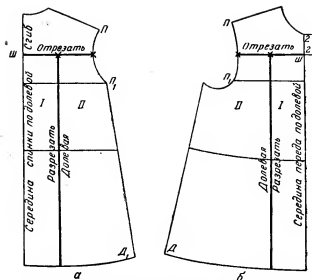

Рис. 149. Нанесение линий фасона платья на прямой кокетке с бантовыми складками:
**Спинка.** Линию проймы (рис. 149, а) от точки П до точки П1 делят на две равные части и обозначают точкой деления. От точки деления влево проводят горизонтальную линию и точку пересечения с серединой спинки обозначают буквой Ш.
**Полочка.** Линию проймы (рис. 149, б) от точки П до точки П1 делят на две равные части и обозначают точкой деления, от точки деления вправо проводят горизонтальную линию и точку пересечения с линией середины переда обозначают буквой Ш. Линию от точки Ш делят на две равные части и обозначают точкой деления, от которой вниз проводят вертикальную линию разреза до линии низа изделия параллельно линии середины переда. Каждую часть нумеруют (I, II). От точки Ш вправо откладывают 2 см, от точки 2 параллельно линии середины переда проводят вертикальную линию до выреза горловины (2 см на застежку кокетки полочки).